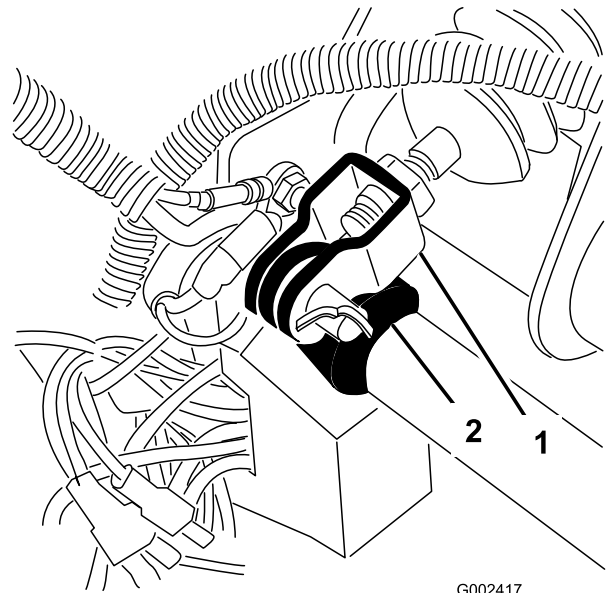

Figure 64
1. Retirez la goupille fendue et l'axe de chape qui fixent la chape du maître-cylindre au pivot de la pédale de frein (Figure 64).